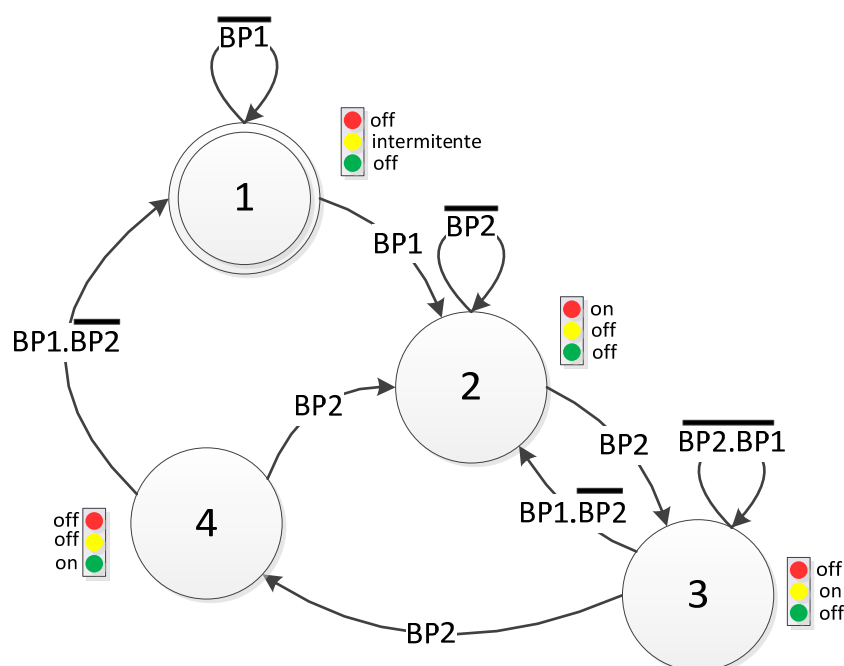

Figura 1 – Máquina de estados
Pretende-se desenvolver um programa em linguagem *assembly* que permita implementar a máquina de estados da Figura 1.
5. Implemente a máquina de estados da figura 1 sabendo que, ao comutar para um estado o número do estado deve ser enviado pela porta série para o PC e que o número do estado deve ser indicado no display de 7-segmentos.